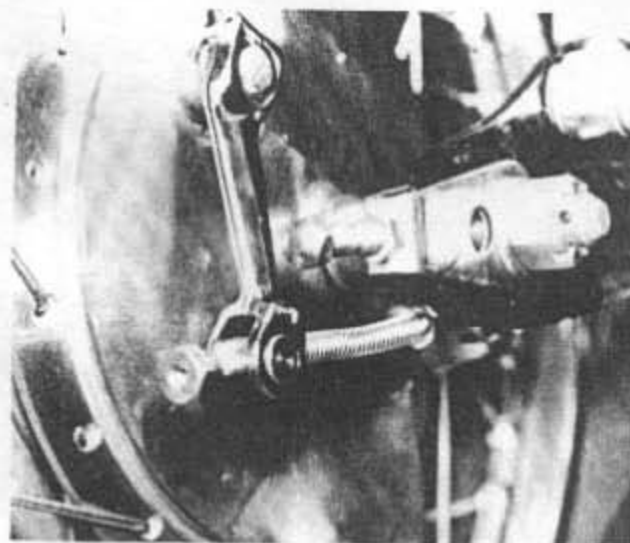
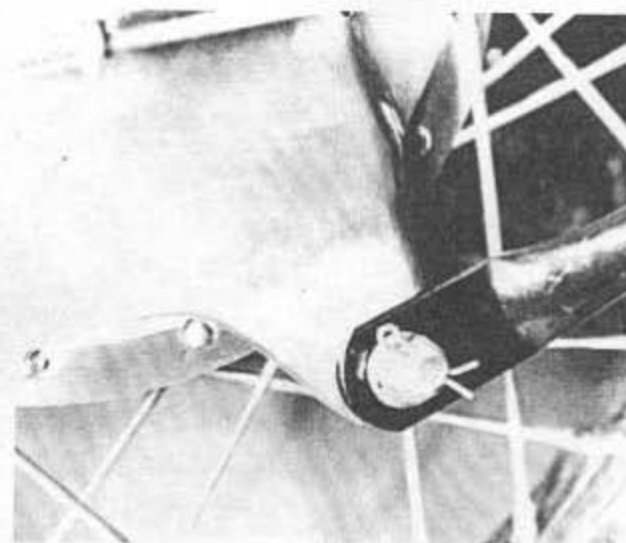

Bild 266
Bild 267
- Nach Herausziehen des Splints und Abschrauben der Mutter ist der Bremsanker von der Bremsträgerplatte zu lösen (Bild 267). Die Einstellmutter am Bremsgestänge wird vollständig abgeschraubt und das Bremspedal niedergedrückt, damit das Gestänge den in den Bremsbetätigungshebel eingelegten Drehzapfen verlässt (Bild 266). Einstellmutter wieder aufschrauben, um Verlust der Feder zu verhindern.